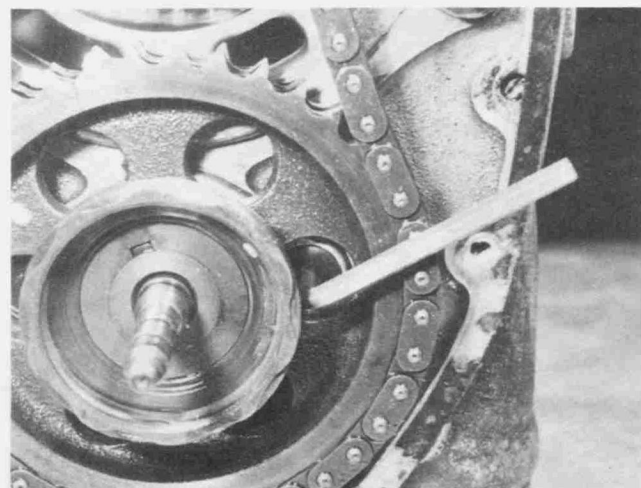

Bild 41
- Die zwei versenkten Schlitz- oder Innensechskantschrauben für das vordere Nockenwellenlager herausdrehen. Sie sind durch die Bohrungen im Nockenwellen-Kettenrad zugänglich, wenn jeweils zwei von ihnen waagrecht auf einer Ebene liegen (Bild 41).